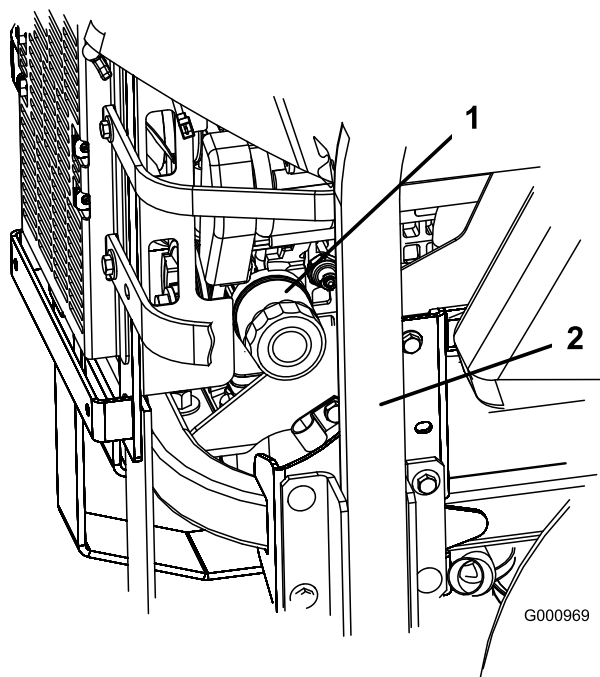
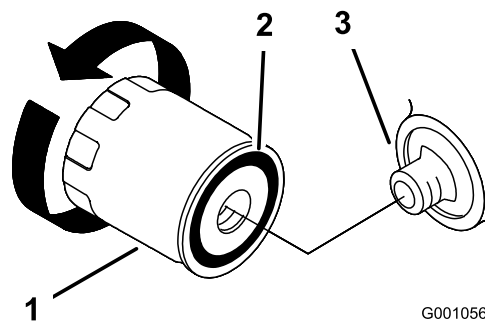

Figure 44
Figure 45
2. Tournez le filtre dans le sens anti-horaire pour le déposer (Figure 44 et Figure 45).